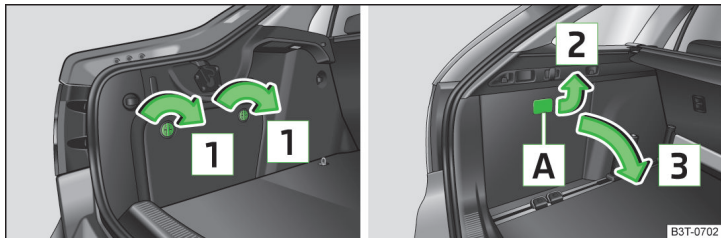

Abb. 107 Fach mit Batterie öffnen: Superb / Superb Combi
Die Bolzen z. B. mit einer Münze oder einem Schlitzschraubendreher in Pfeilrichtung **1** öffnen » Abb. 107.
Z. B. eine Münze in den Schlitz **A** einsetzen und diese in Pfeilrichtung **2** anheben » Abb. 107.